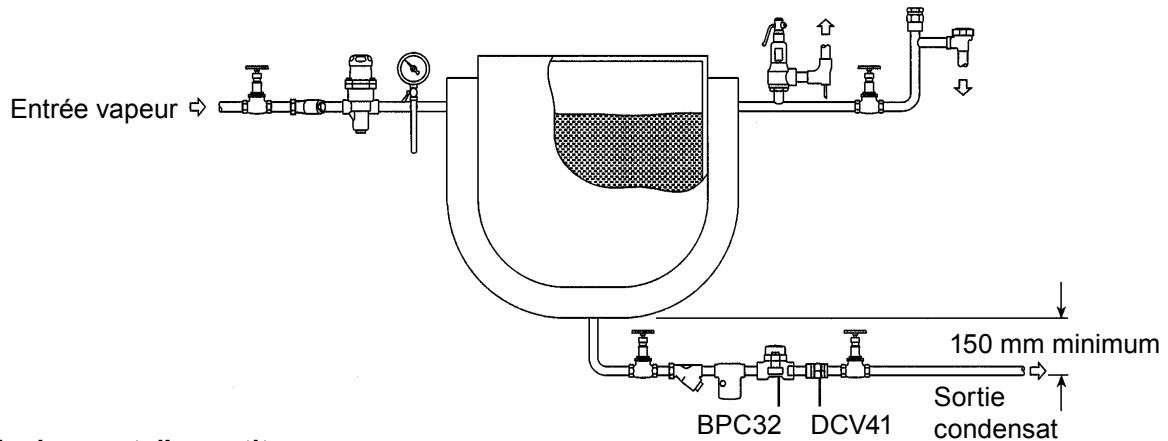

Fig. 4 Equipement d'un petit process
- 3.4** Le purgeur peut être installé en position verticale ou horizontale, de préférence avec un pot de purge en amont de l'appareil (une hauteur de charge de 150 mm est recommandé). Voir Figure 4.
- 3.5** Un clapet de retenue doit toujours être installé (ex. Le DCV41, voir Fig. 4) lorsque l'évacuation est raccordée à une ligne de retour avec une forte contrepression.